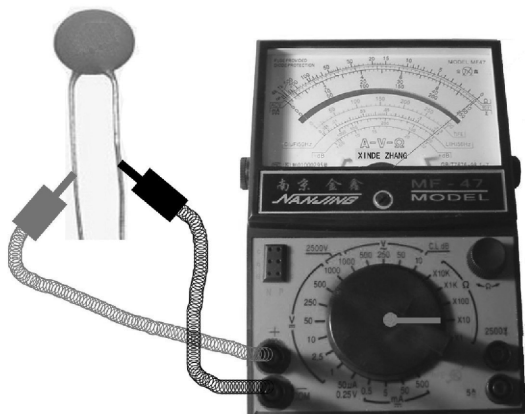

图 4-36 小电容的检测
1) 10pF 以下小电容的检测：由于 10pF 以下的小电容量太小，只能选用万用表的 $R \times 10$ 挡，测量电容器是否存在漏电，内部是否存在短路或击穿现象。测量时，将万用表两表笔分别接电容的任意两个引脚，阻值应为无穷大，如图 4-36 所示。若实测阻值为零或指针向右摆动，则说明电容已被击穿或存在漏电故障，该电容已经不能使用了。